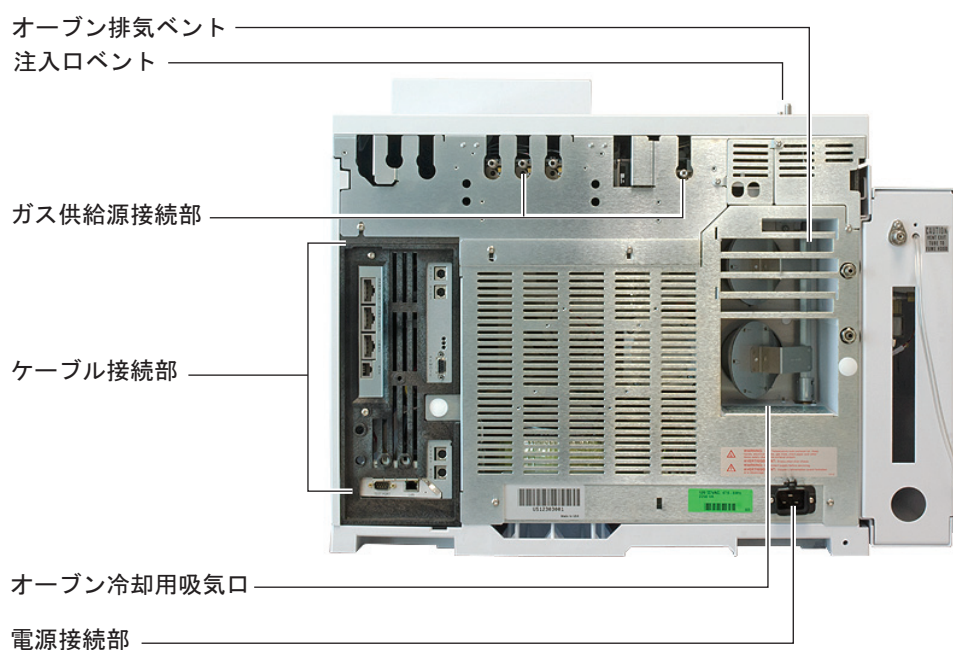

図2 7890B GC の背面
- 1 GC の背面にある、電源コードコネクタ付近の電源ラベルの場所を探します (図 2 を参照)。機器の電源設定を実験室の入力電圧と比較します。以下の「消費電力」を参照してください。